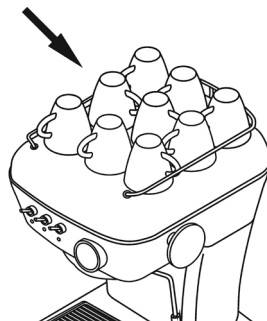

图 6
1. 过滤手柄 ⑦ 应始终放在机器 ⑧ 中，以保持其温度。处于关闭位置。
3. 将杯子放在暖杯器中 ⑨。温度 (最佳 40 °C / 105 °F) 使我们的浓缩咖啡更美味 (见图 6)。